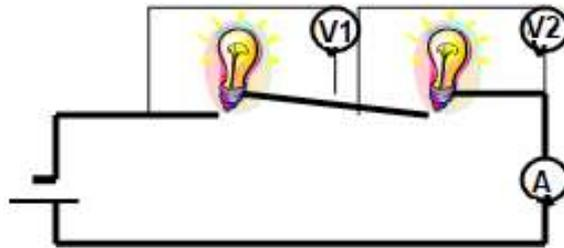

Figura 2
1. Conecten un foco con la fuente y observen su brillo. Luego, conecten otro foco en serie con el primero como indica la figura 2 y observen que pasó con el brillo del primero. Contesten en el siguiente recuadro qué sucedió y traten de explicarlo.